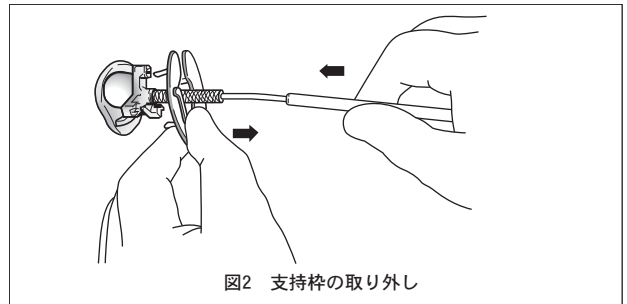

図2 支持棒の取り外し
5. 支持棒のエッジとつまみを同時に持ち、角度をつけて手前に外します（図2）。支持棒は廃棄して下さい。